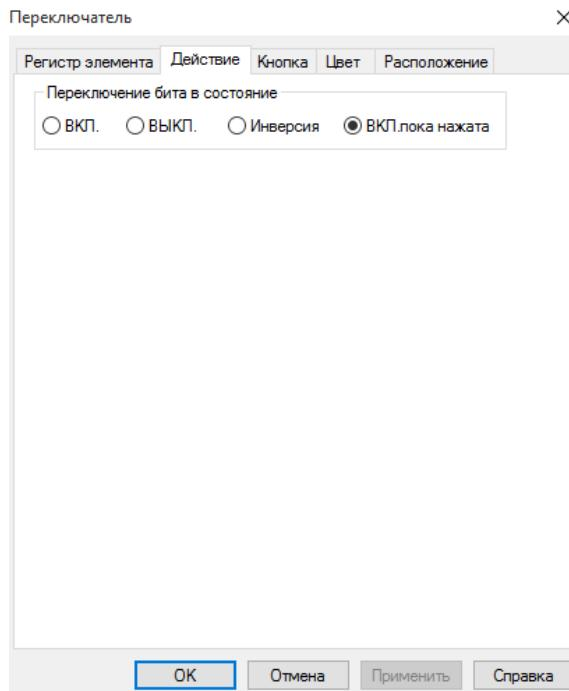

Рисунок 3.13 – Параметры элемента «Переключатель», вкладка «Действие»
**ПЕРЕКЛЮЧАТЕЛЬ.** Элемент «Переключатель» используется для изменения состояния выбранного бита (ВКЛ/ВЫКЛ). Уникальным параметром элемента «Переключатель» является вкладка «Действие» (рис. 3.13).